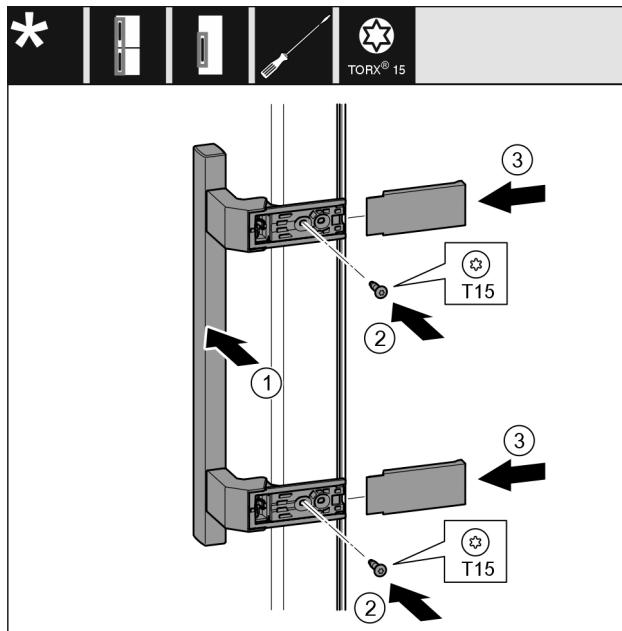

Fig. 23
- ▶ 将把手 Fig. 23 (1)放到反面。
- ▶ 将螺钉 Fig. 23 (2)用螺丝刀拧紧。
- ▶ 将盖板 Fig. 23 (3)放置到侧面并插入。